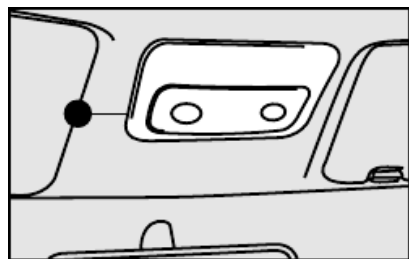

fig. 39
CONJUNTO DA LUZ INTERNA fig. 39 e 40
- com uma chave de fenda no ponto **A-fig. 39**, remover o conjunto da luz interna montada a pressão pelas travas **B-fig. 39**.